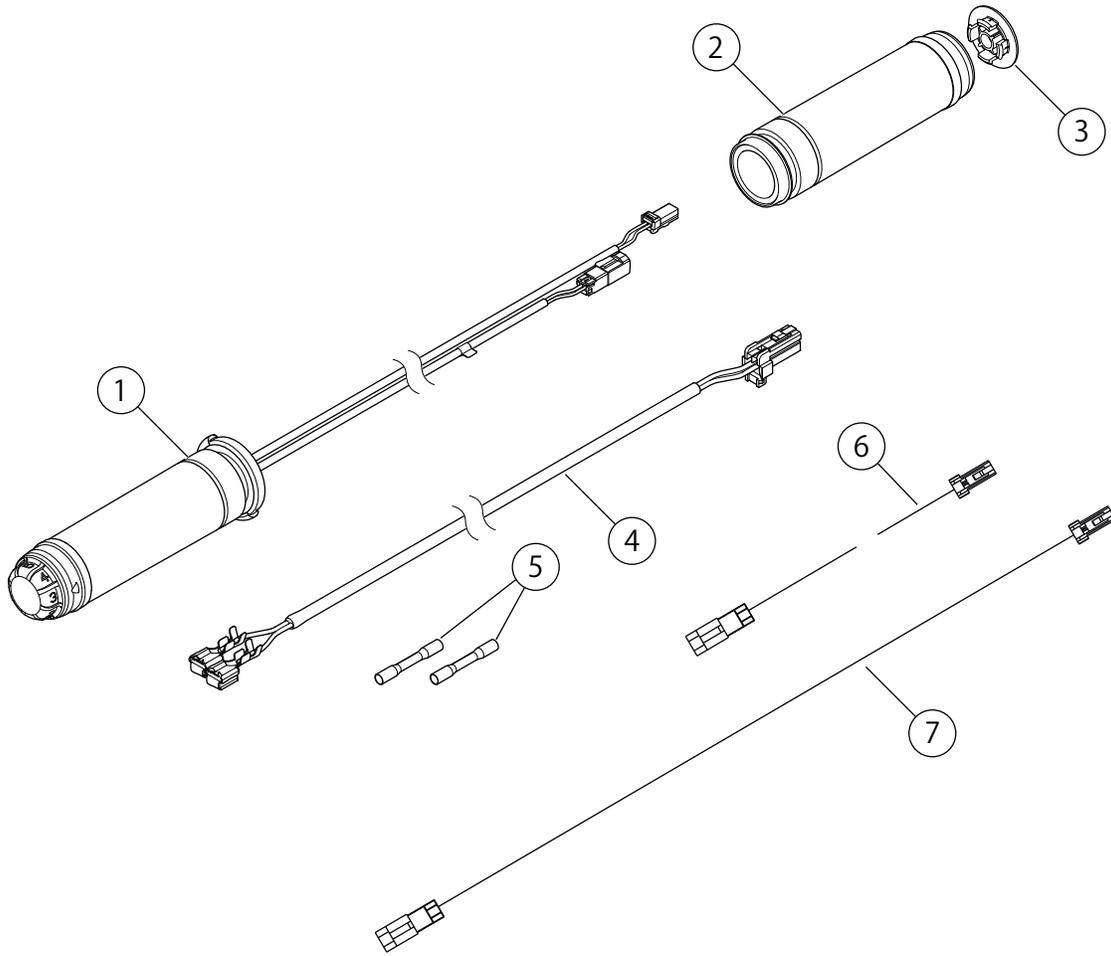

図10。交換用パーツ：ヒーテッドハンドグリップキット
1. 「図10」を参照。キットからハーネスアッセンブリを取り出します。ハーネスから2つのスピードターミナルを切断します。
- b. 「図10」を参照。キットにある2つの接合コネクタ(5)を使用してコネクタの近くにあるフェンダーチップランプのワイヤーに接合します。